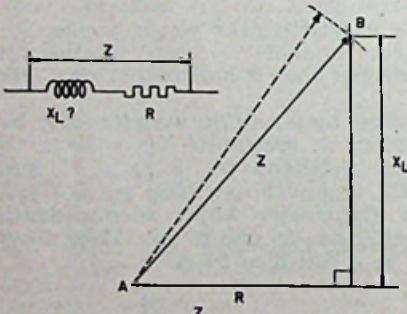

Fig. 4
Uitgaande van deze twee loodrecht op elkaar staande lijnen kan men nu bij een zekere R en een bekende Z gemakkelijk de daarbij behorende waarde van X_L bepalen door de lengte Z (op schaal) in de passer te nemen en met A als middelpunt om te cirkelen. Het snijpunt (B) met de loodlijn geeft dan de waarde van X_L aan (fig. 4).
van Z worden vastgesteld. De daarbij behorende tekeningen kunt u gemakkelijk afleiden uit de fig. 4 en 5.